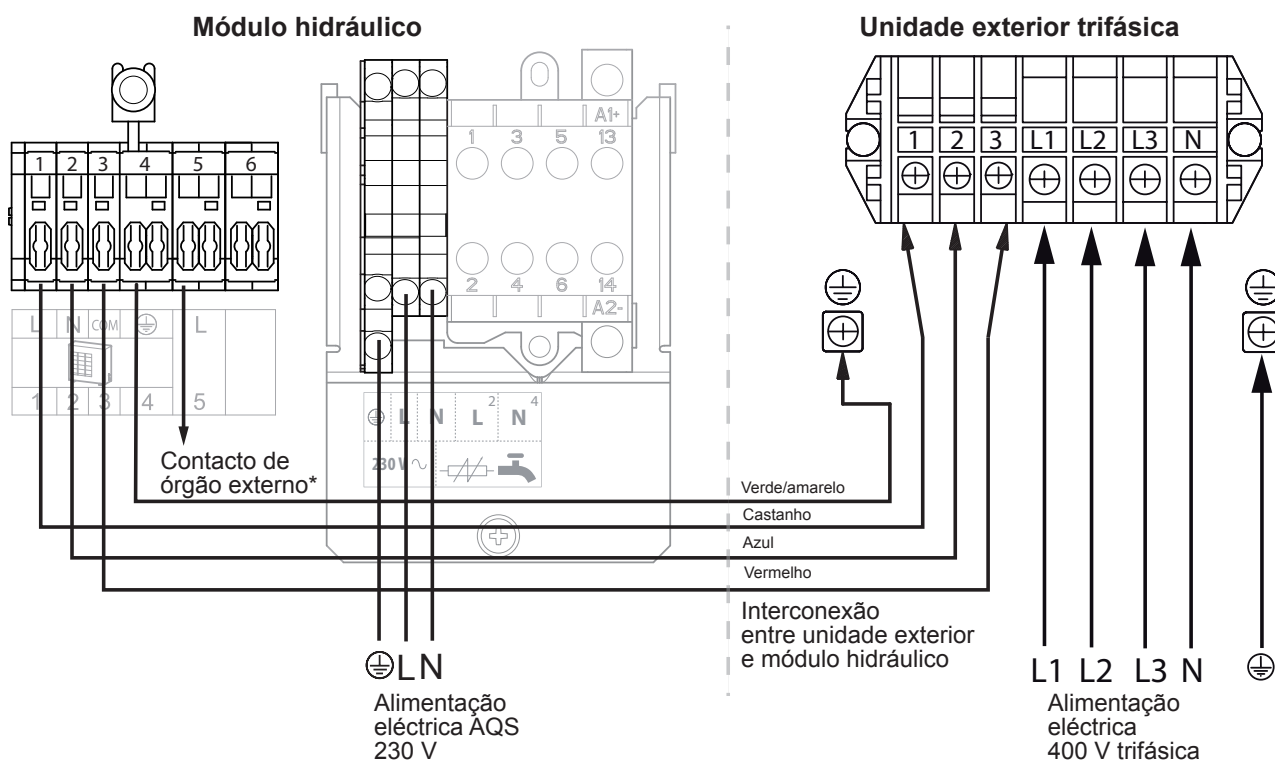

figura 40 - Ligação aos blocos terminais e relé de potência
- Efectuar as ligações segundo os esquemas (figura 40).